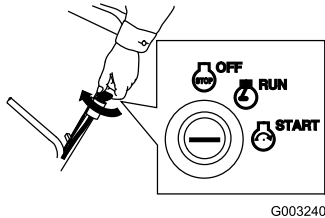

Figura 24
- Gire la llave de contacto a la posición de Arranque; cuando el motor arranque, suelte la llave (Figura 24).